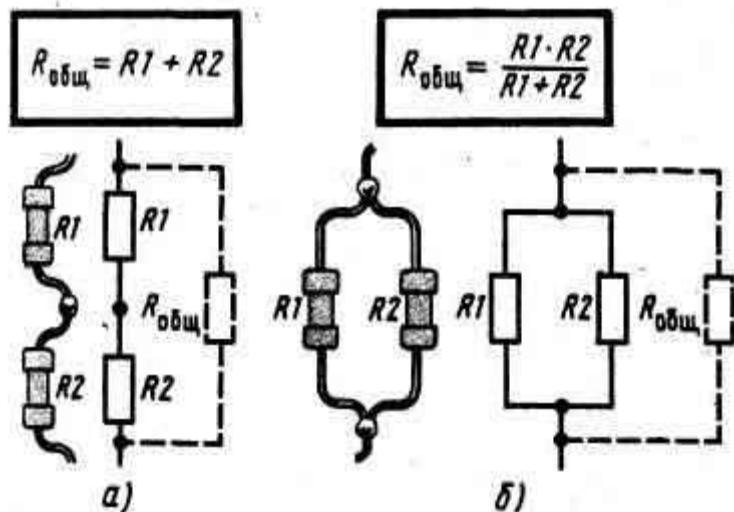

Рис.3 Последовательное (а) и параллельное (б) соединение резисторов.
**При последовательном соединении резисторов (рис.3, а) их общее сопротивление *Rобщ.* равно сумме сопротивлений всех соединенных в эту цепочку резисторов, т.е.**
**При параллельном соединении резисторов (рис.3, б) их общее сопротивление Робщ. уменьшается и всегда меньше сопротивления каждого отдельно взятого резистора.**